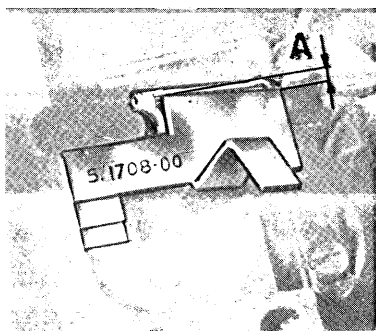

fig. 5
- Con l'apposito calibro n. S. 1708 00, controllare l'inclinazione A del crochet (fig. 5) tabella fasature.